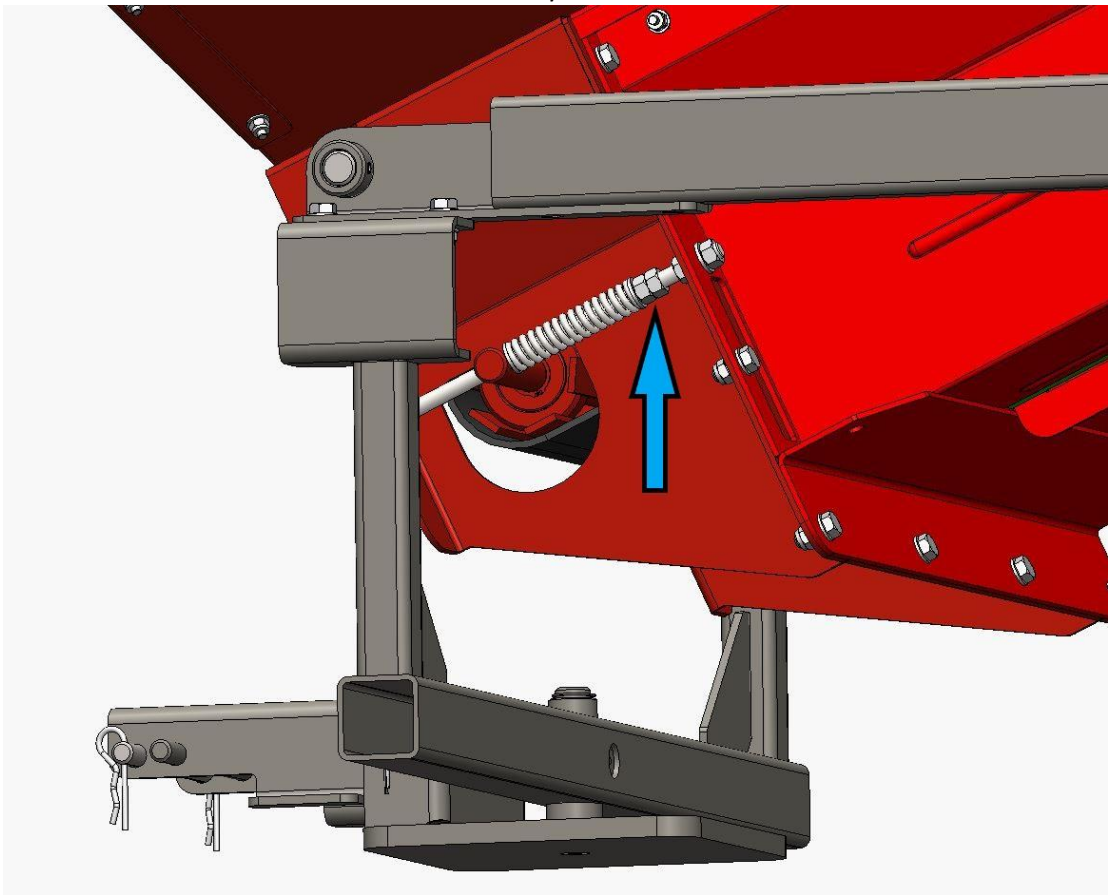

Abb. 4.
1. Lösen Sie die durch den Pfeil gekennzeichnete Spannmutter (obere) aus Abbildung 4 von beiden Seiten.
2. Spannen/lockern Sie das Band mit der unteren Mutter aus Abbildung 4 (gleichermaßen auf beiden Seiten des Bandes). Läuft das Band schräg, lösen Sie die betreffende Mutter (von der Feder aus betrachtet) auf der Seite des Bandes, auf welcher das Band stärker laufen soll.
3. Ist das Band des Förderers korrekt gespannt und läuft gerade, ziehen Sie abschließend die Spannmuttern (Abb. 4) von beiden Seiten fest. Achtung! Ziehen Sie das Band nicht zu straff, der Feder muss Platz zum Komprimieren bleiben. Achtung! Falls der Platz zum Komprimieren nicht ausreicht, verwenden Sie bei der Verbindungsstelle andere vorhandene Befestigungslöcher.